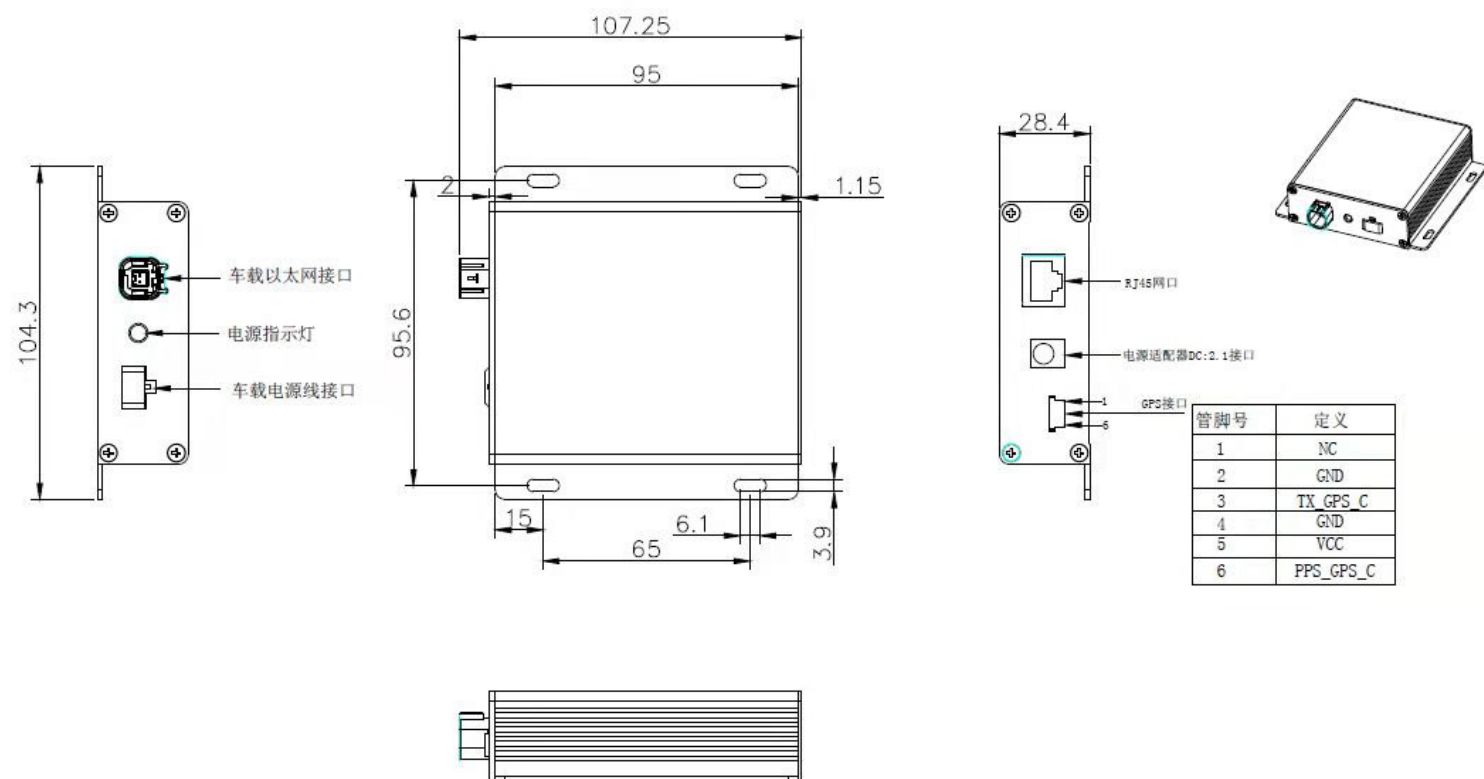

图 2.4 CH128X1 接线盒
■为方便客户测试以及接插件的连接，产品配套转接盒，该转接盒并不是雷达运行的必备配件。CH128X1 激光雷达接线盒接口包括：车载以太网口、车载电源线接口、孔径 2.1MM 的 DC 插座、指示灯、RJ45 网口、6 针 GPS 接口，如下图 2.4。